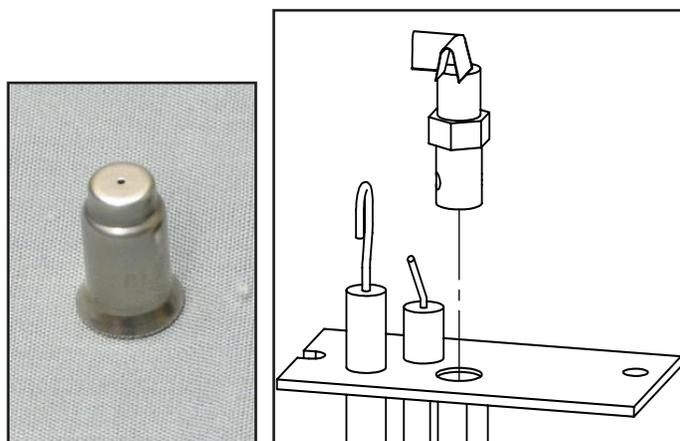

Figure 9. Orifice pilote
- Convertissez l'orifice pilote existant avec celui fourni dans ce kit (voir la figure 9) à l'aide d'une **clé de 7/16 po**. Dévissez et retirez complètement la tête pilote et remplacez l'insert d'orifice, extrémité de la cloche vers le bas. Réinstallez et serrez le pilote. Si la tête n'atteint pas l'orientation appropriée dans la position ajustée, contactez votre revendeur Enviro.